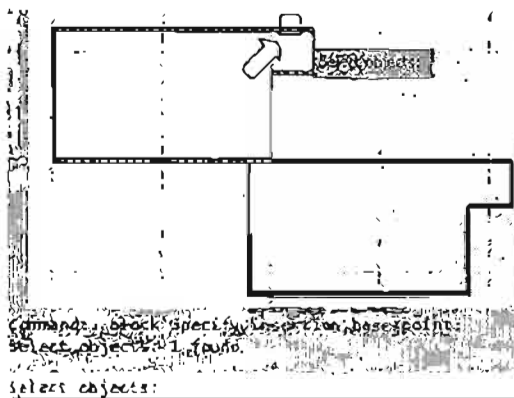

Рис. 9.31. Выбор объекта
3. Нажмите кнопку  Select objects (Выбрать объекты), в результате чего окно закрывается, и вы получаете возможность выбрать объекты блока. Выберите ступень (рис. 9.31). По завершении выбора объектов и нажатии клавиши <Enter>, на экране опять появляется окно и в нем отображается количество выбранных объектов.